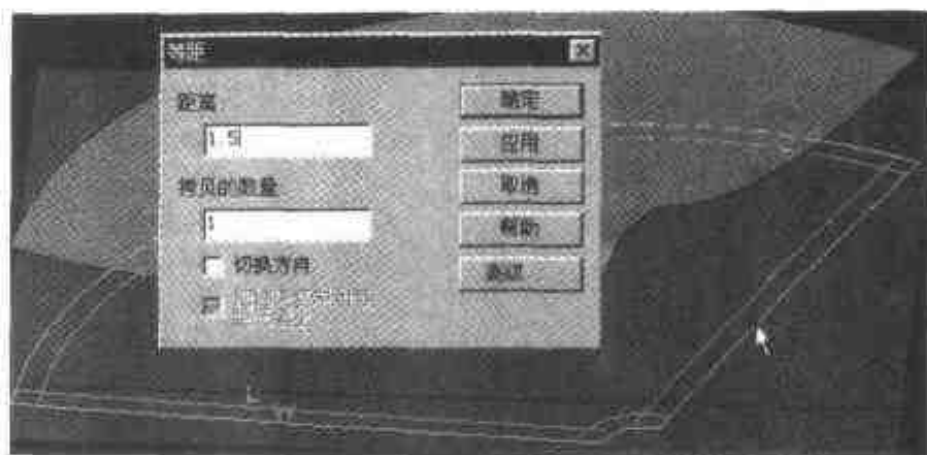

图 2.118 投影线向内平移 1.5
- (4) 单击【等距】按钮, 将上步得到的 4 条投影线再向内部平移 1.5, 如图 2.118 所示。